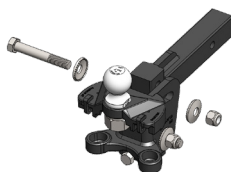

Figure 4
4. Utilisez les boulons de 3/4 po, les rondelles dentées coniques et les écrous pour fixer la tête à la bonne hauteur sur la barre d’attelage. Serrez les écrous à la main. (Figure 4)